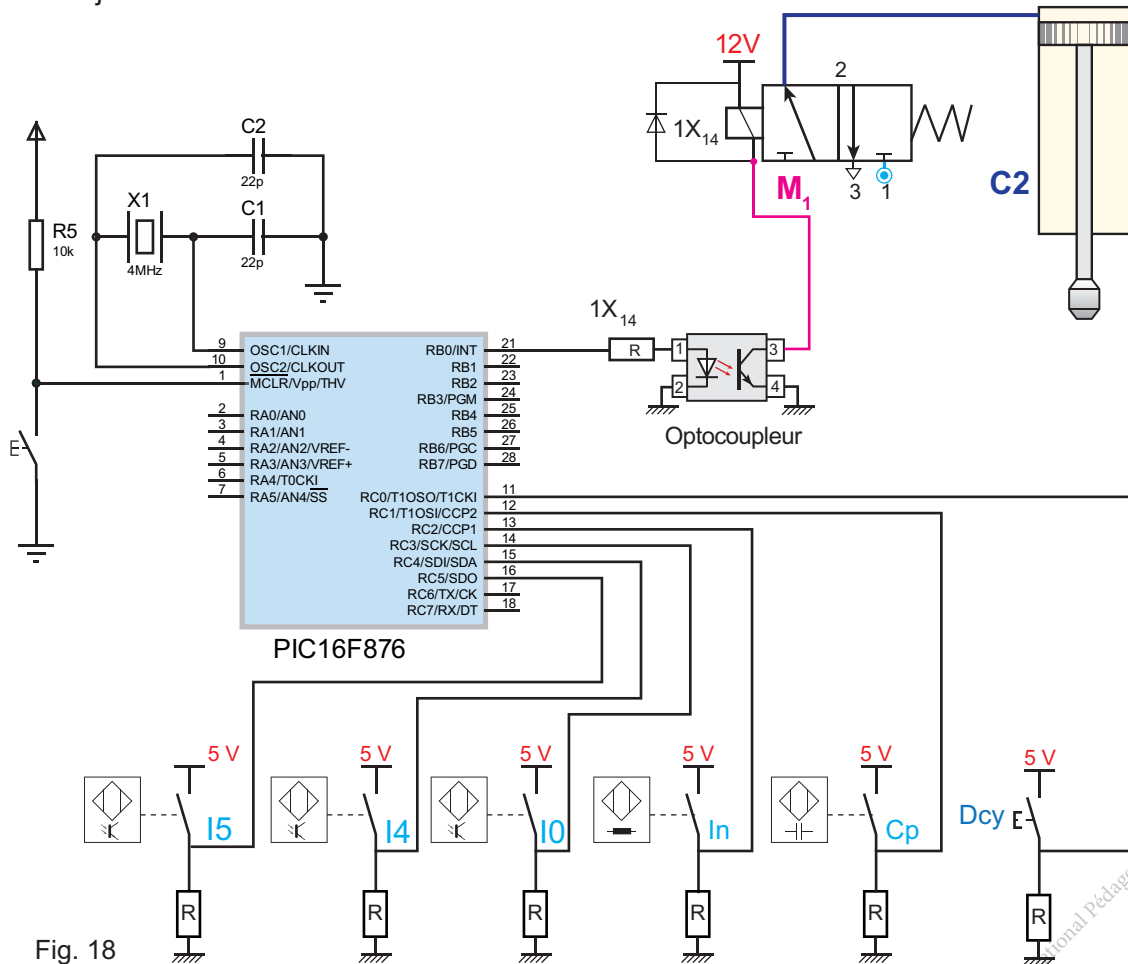

Fig. 18
Le système de tri, déjà étudié au cours de l'activité n°7, est susceptible d'être commandé par une carte électronique à base de microcontrôleur de la famille PIC programmé à l'aide du logiciel mikroC pour PIC. La figure 18 représente le schéma du circuit de commande de la zone de rejet.
- Brancher les capteurs au microcontrôleur indiqué dans la figure 18 ou à un autre microcontrôleur de la même famille;